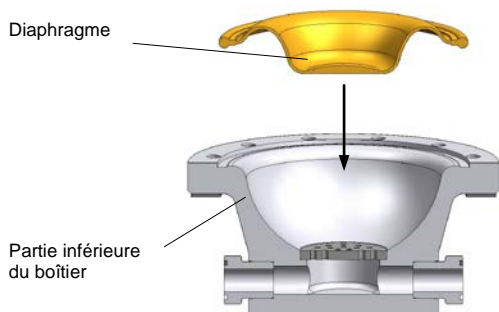

Fig. 26 Remplacement du diaphragme (version en matière synthétique)
- Placer un nouveau diaphragme avec le côté bombé vers le bas (cf. fig. 26).